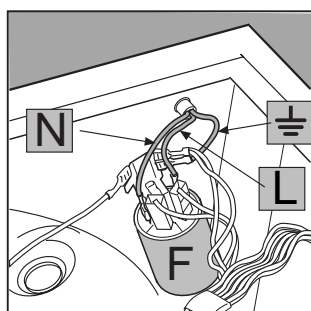

Fig. 14
3. Scollega i cavetti dal filtro antidisturbo **F** [fig. 14] facendo attenzione alla loro posizione (cavetto **Blu=N**; cavetto **Marrone=L**) lasciando